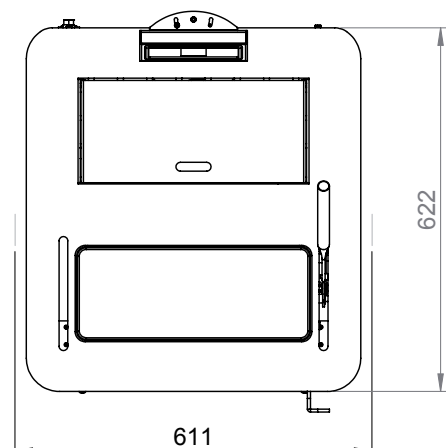

Fig. 4
Para acender a termo estufa aperte o botão.  a termo estufa entrará automaticamente na fase de arranque. Carregando nos botões  + (1) e  - (2) regula-se a temperatura da água e com os botões  + (6) e  - (5) regula-se a potência de funcionamento. Para apagar a termo estufa mantenha pressionado o botão . Para substituir a pilha de 3 volt, na parte de trás, puxar o centro da tampa e o fecho no lado da mesma, substituir a bateria com a polaridade correcta (Fig. 4).